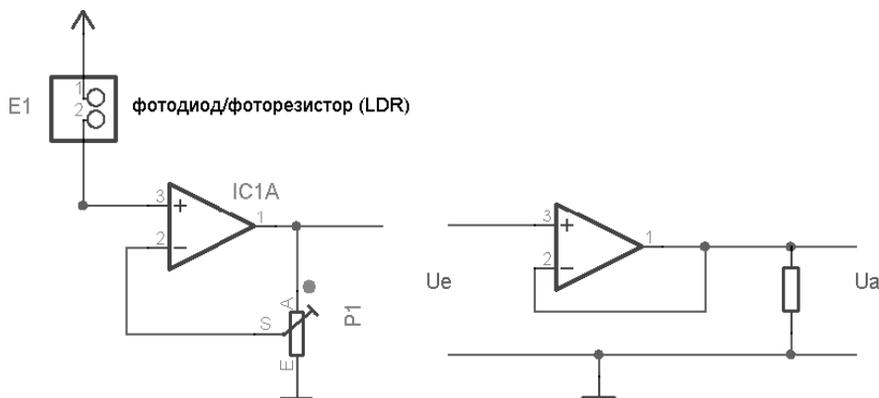
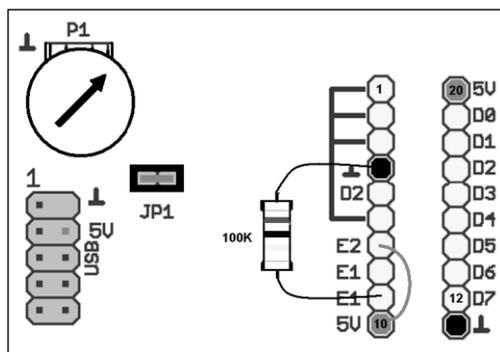

Рис. 10.10
Рис. 10.14
1. Потенциометр P1 находится в крайнем верхнем по схеме положении (рис. 10.10, слева). В этом случае выход ОУ соединен с инвертирующим входом (см. рис. 10.10, справа). Коэффициент усиления схемы с ОУ равен 1. Выходное напряжение  $U_a$  равно входному напряжению  $U_e$ .
выводом 4 (GND) 20-контактной панельки (рис. 10.14). С помощью проволочной перемычки соедините вывод 7 (E2) с выводом 10 (+5 В). Вставьте перемычку JP1. Установите потенциометр P1 в положение, соответствующее коэффициенту усиления усилителя, равного 1 (см. рис. 10.10).